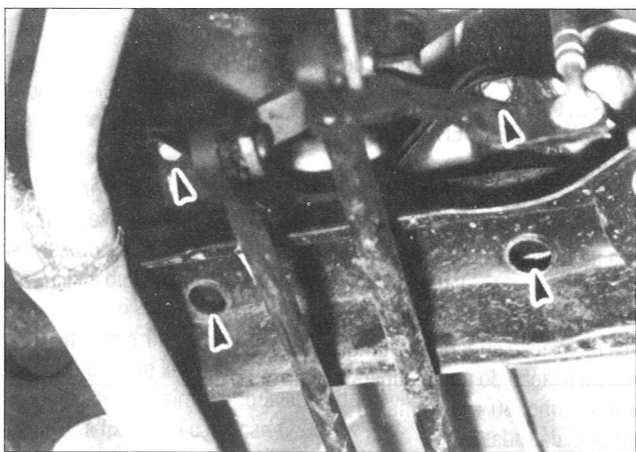

Fig. 63
- Desmontar os parafusos de fixação da caixa à carroçaria (Fig. 63).